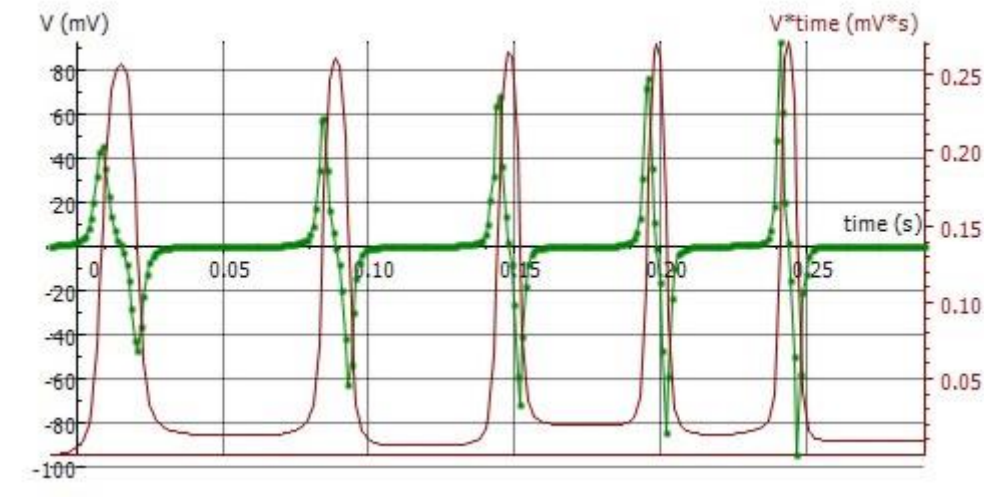

Fig. 3: Courbes de temps de la tension induite  $U$  et du flux magnétique  $\Phi$  (capture d'écran de Coach 7).
Dans le cadre de l'expérience, on fait passer un aimant permanent à travers un tube équipé de six bobines d'inductance identiques couplées en série. On enregistre l'allure temporelle de la tension induite (courbe verte dans la Fig. 3).
La courbe verte dans la Fig. 3 indique l'évolution de la tension.
La fenêtre « Intégrale » du diagramme affiche la grandeur «  $V*t$  » dans l'unité «  $mV*s$  » (courbe violette dans la Fig. 3). Selon l'équation (2), elle correspond au flux magnétique  $\Phi$ .
Le flux magnétique prend sa valeur maximale lorsque la tension induite retourne à zéro (Fig. 3), c.-à-d. que l'aimant atteint le centre de la bobine. Les surfaces sous tous les signaux de tension positifs et négatifs présentent la même valeur (voir plus haut). Elles correspondent au flux magnétique maximal  $\Phi$  de l'aimant permanent à l'intérieur d'une bobine. C'est pourquoi, dans le cadre de la précision de mesure, le flux magnétique maximal atteint la même valeur  $\Phi_{max} \approx 250 \mu Vs$  pour toutes les bobines.